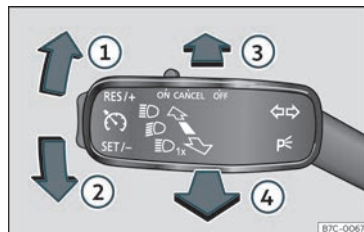

Fig. 94 Manípulo dos indicadores de mudança de direção e dos máximos.
- A partir da posição base, pressione para a frente o manípulo dos indicadores de mudança de direção e de máximos»» **Fig. 94** . Quando aparece a luz  no ecrã do painel de instrumentos, o assistente de máximos está ligado.
- **OU:** com a luz de máximos ligada, puxe para trás o manípulo dos indicadores de mudança de direção e de máximos»» **Fig. 94** .